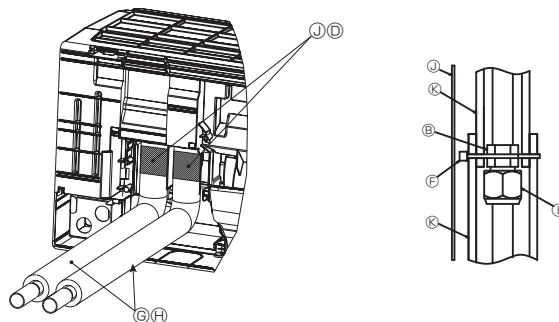

Fig. 3-19
- (7) Cubra la junta con una cubierta de la tubería y asegúrela con una brida Ⓔ. (Fig. 3-19)